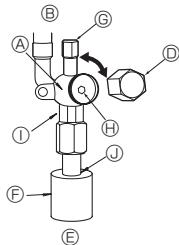

Fig. 4-6
- Gas-/væskeside på ZM35-71 (Fig. 4-6)